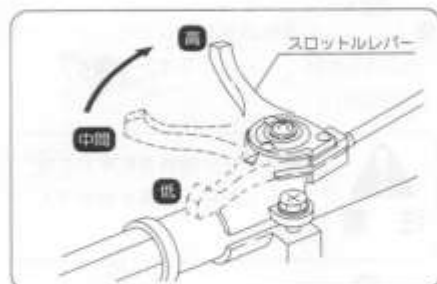

図25
- ④ スロットルレバーを〔高速〕位置の方に少し開きます。(図25)